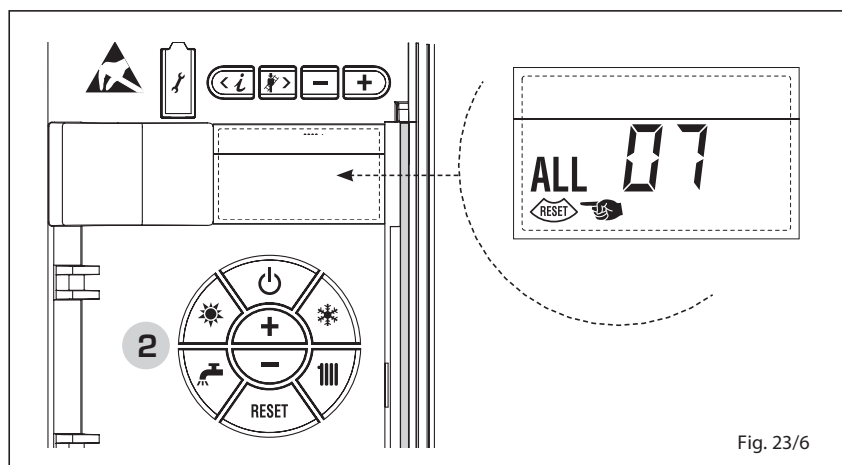

Fig. 23/6
- ANOMALIA CHAMA PARASITA "ALL 08" (fig. 23/7)